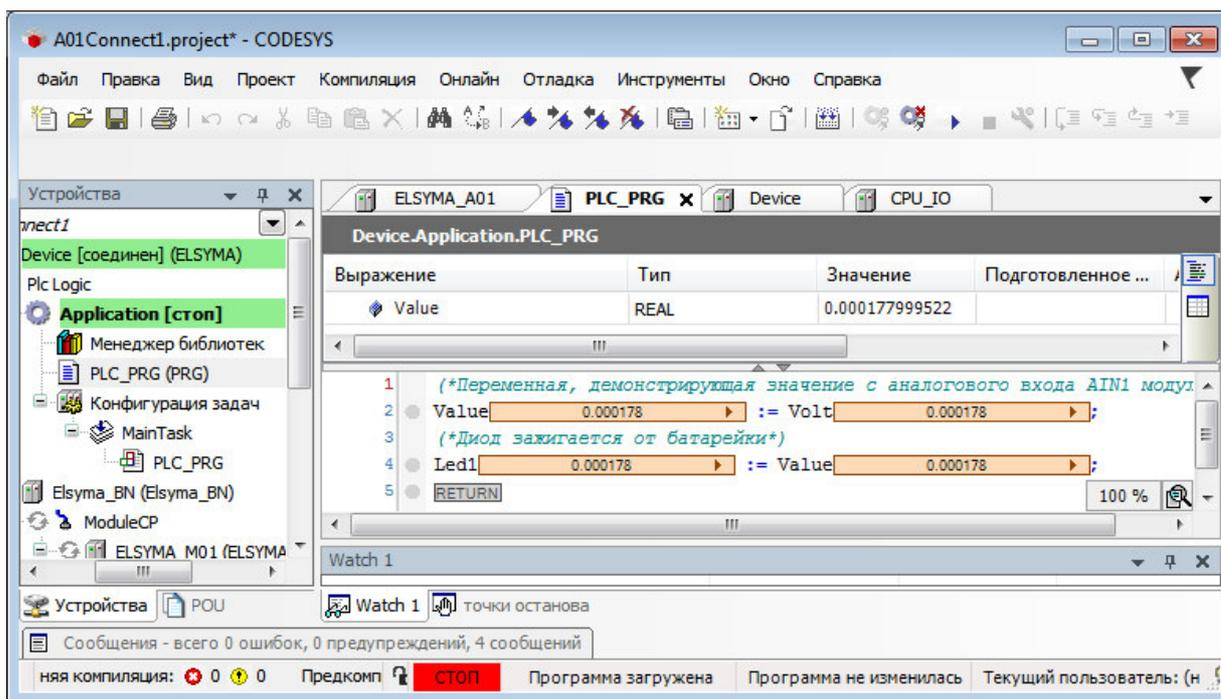

Рисунок 3.12 - Редактор POU. Загрузка задачи в контроллер
1. Перейти в редактор **POU** на закладку **PLC_PRG** и подключиться к контроллеру, выбрав команду **Логин** в меню **Онлайн** или нажав клавиши **[Alt]+[F8]**. На вопрос о загрузке задачи в контроллер следует нажать кнопку «Да». В строке статуса программы *CoDeSys* отображается состояние **СТОП** (рисунок 3.12).